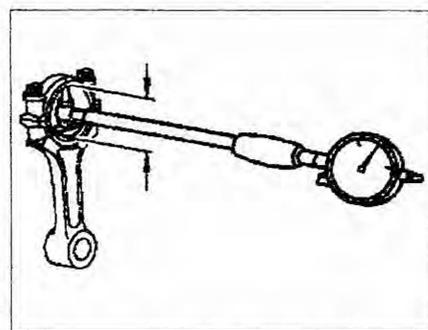

Рис. 2.60. Измерение диаметра нижней головки шатуна (с вкладышами) с помощью индикатора.
22. Измерьте диаметр нижней головки шатуна с вкладышами (рис. 2.60).